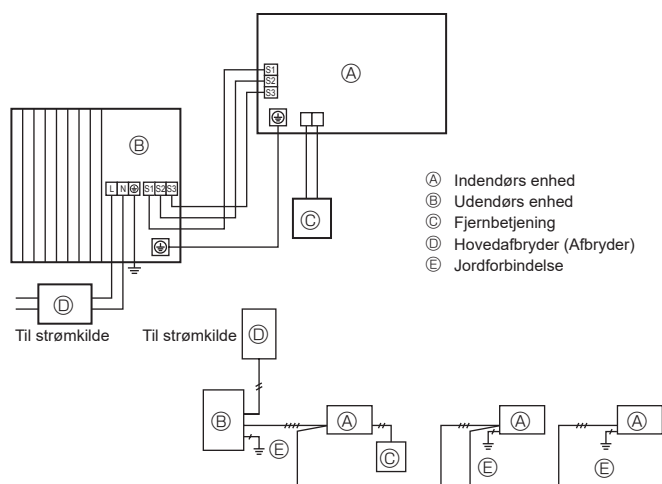
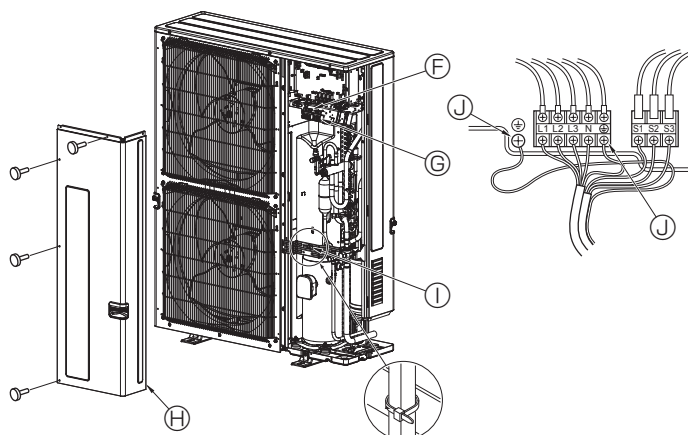

Fig. 6-1
Fig. 6-2
6.1. Udendørs enhed (Fig. 6-1, Fig. 6-2)
- ① Afmonter servicepanelet.
- ② Før kablerne som angivet i Fig. 6-1 og Fig. 6-2